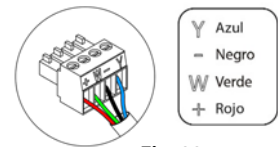

Fig. 22
Para la conexión con el termostato (3) dispone de una borna de 4 pines. Fije los cables con los tornillos de la borna respetando el código de colores (Fig. 22).